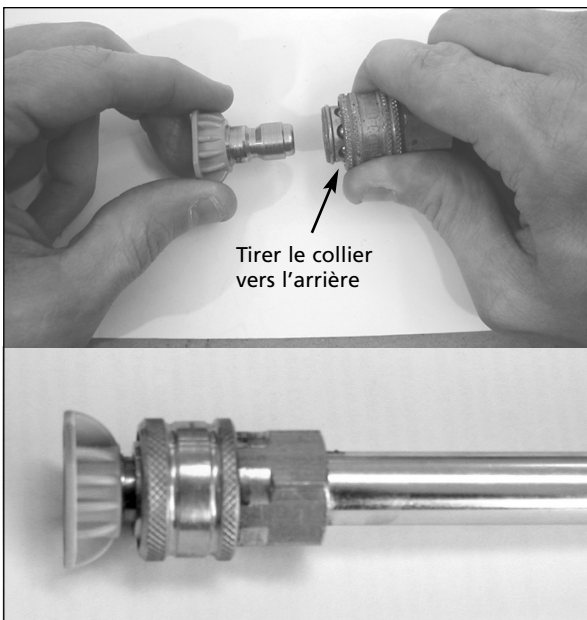

Figure 8 - Installation de la buse de connexion rapide
8. Installer la buse de connexion rapide en tirant vers l'arrière le collier et en insérant la buse. Dégager le collier et s'assurer qu'il revient complètement à sa position à l'avant et que la buse est fixe (voir figure 8).